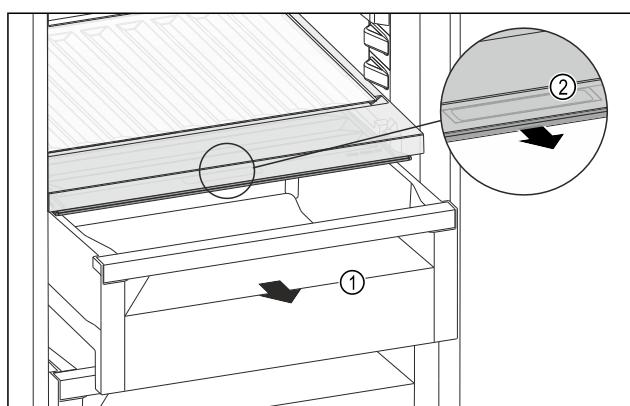

Fig. 109
- Retirer le tiroir Fig. 109 (1).
- Saisir la poignée encastrée Fig. 109 (2) du couvercle du compartiment et tirer le couvercle du compartiment par l'avant.